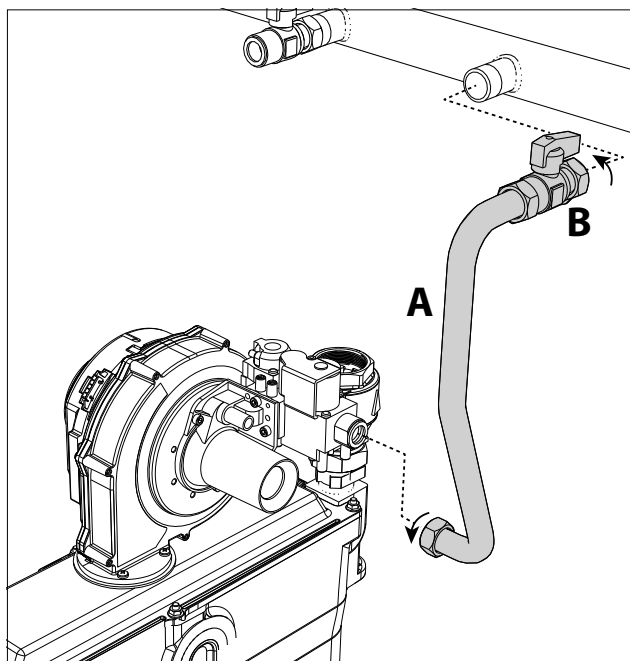

fig. 80
5. Afloje las tuercas y desconecte el tubo de gas "A" junto con la llave de paso "B" (fig. 80).